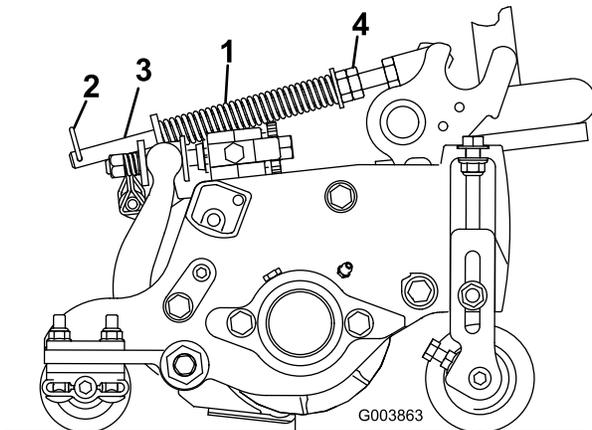

Figura 12
A mola de compensação de relva (Figura 12) transfere peso do cilindro dianteiro para o cilindro traseiro. (Isto ajuda a reduzir o efeito ondulado na relva, também conhecido como ondulação ou “bobbing”.)
1. Certifique-se de que o contrapino do gancho está instalado no orifício traseiro na haste da mola (Figura 12).
2. Aperte as porcas sextavadas na extremidade dianteira da haste da mola até que o comprimento comprimido da mola seja 12,7 cm nas unidades de corte Reelmaster 5210 e 5410, de 12,7 cm ou 15,9 cm nas unidades de corte de Reelmaster 5510 e 5610 de 17,8 cm (Figura 12).